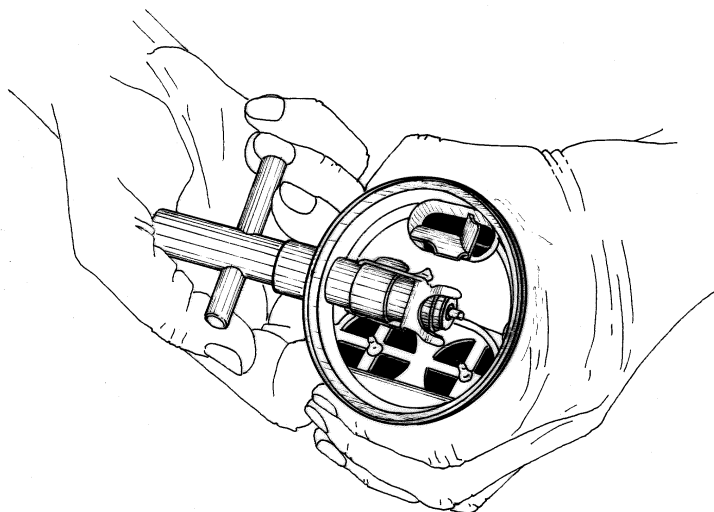
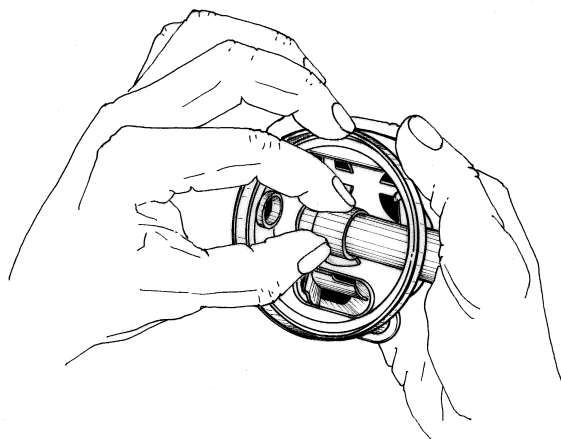

FIG. 1
FIG. 2
11. Destornille la tuerca de bloqueo (19) del asiento de la válvula (21).
12. Introduzca la herramienta multiuso (B-34) en la caja de la 2° Etapa y presione el cuerpo de la válvula. (Fig. 1)
13. Quite la leva (9), que ha aflojado, desbloqueando un lado por vez desde el alojamiento del soporte.
14. Manteniendo la herramienta multiuso en el interior de la caja de la 2ª Etapa (ver Fig. 1), quite el tornillo de regulación (11) girando en sentido antihorario el cuerpo de la válvula, hasta que el tornillo de regulación (11), el cuerpo de la válvula (17) y el muelle correspondiente (16) queden desbloqueados del extremo externo de la cámara del soporte del asiento de la válvula.
15. Extraiga la pastilla del asiento de la válvula (18) del cuerpo de la válvula (17).
16. Quite el anillo de regulación del flujo Venturi (10), desplazándolo desde el extremo del alojamiento del soporte del asiento de la válvula, hacia el exterior. (Fig. 2)
8. Mantenga insertada la herramienta multiuso en la caja de la 2ª Etapa como se ilustra en la (Fig. 1) y, presionando el cuerpo de la válvula (17), haga salir aproximadamente 3/8" de la varilla del cuerpo de la válvula, desde el tornillo de regulación (11).